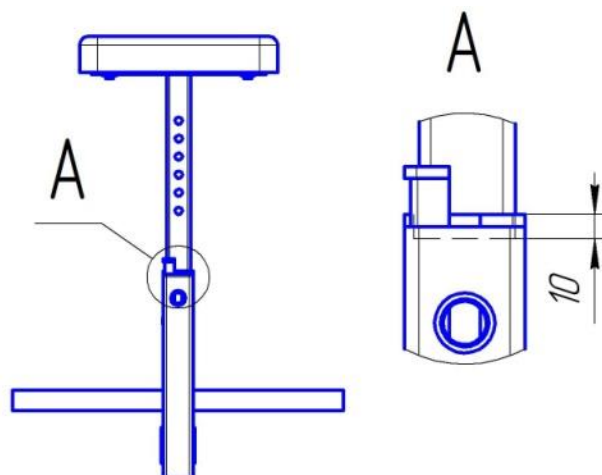

Рис.16 Схема выравнивания основания сиденья в переходнике 40x40-50x50.
15. Выровнять дет. поз.6 (Основание сиденья) одновременно вставляя в вертикальную трубу поз.5 (Маятник) на глубину 6...10мм, как указано на рис.16